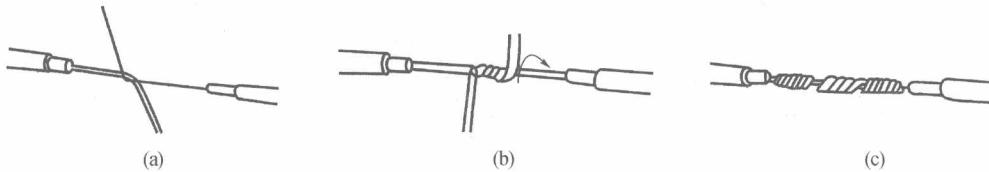

图 1-26 单股铜芯导线的直线连接
① 单股铜芯导线的直线连接, 如图 1-26 所示。连接步骤如下:
a. 如图 1-26(a)所示,将两导线芯线头成 X 形相交;b. 如图 1-26(b)所示,互相绞合 2 圈~3 圈后扳直两线头;c. 如图 1-26(c)所示,将每个线头在另一芯线上紧贴并绕 6 圈,用钢丝钳切去余下的芯线并钳平。